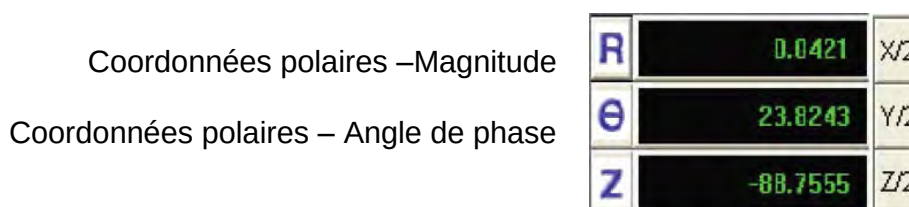

Figure 3-3
(2) Les coordonnées polaires se présentent comme dans la Figure 3-3.